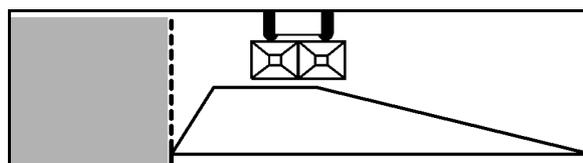
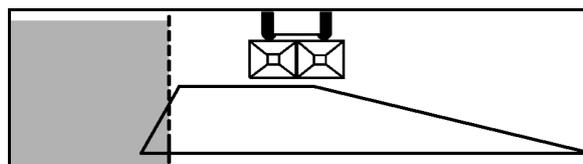

Fig. 71
Fig. 73
1. Grenzstreuen nach Düngeverordnung (Fig. 71):
3. Randstreuen (Fig. 73):
Zum **Grenzstreuen** (gemäß Düngeverordnung) (Fig. 71) bzw. **Randstreuen** (neben eigene, gleich zu behandelnde Flächen) (Fig. 73) die **linke Omnia-Set** Streuscheibe (linksseitiges Randstreuen), in Fahrtrichtung gesehen, **gegen** die entsprechende Grenzstreuscheibe **Tele-Set** **auswechseln**.